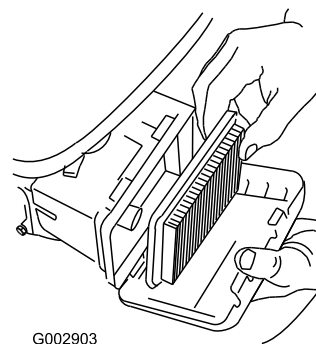

Figure 36
3. Retirez le filtre à air (Figure 36).